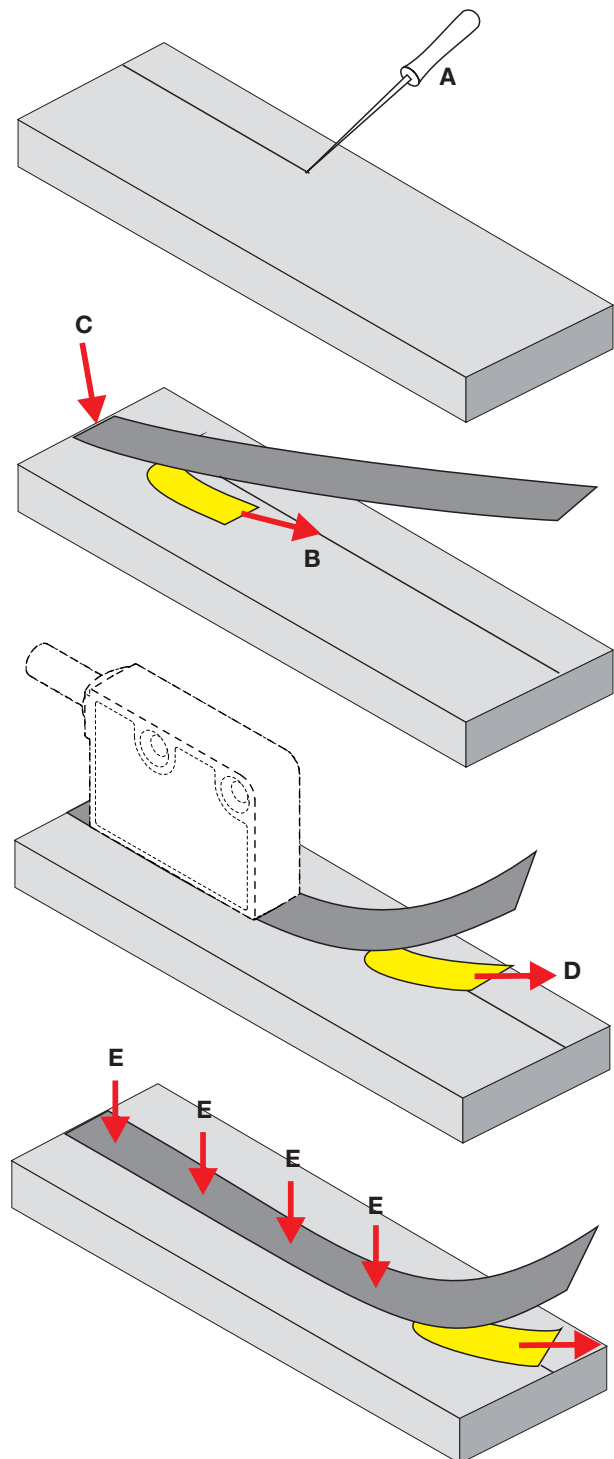

Fig. 4-5: Fissaggio del corpo di misura su una superficie piana
1. Prevedere o incidere il bordo di battuta del corpo di misura sulla parte macchina (Fig. 4-5, A).
5. Rimuovere leggermente il film adesivo di protezione all'estremità posteriore del corpo di misura (Fig. 4-5, B), allineare il corpo di misura e incollarlo delicatamente (Fig. 4-5, C).
6. Rimuovere un altro pezzo di film di protezione adesivo (Fig. 4-5, D), allineare il corpo di misura e premere leggermente con la mano (Fig. 4-5, E).